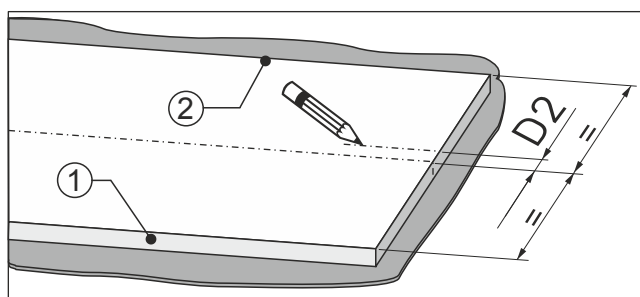

Fig. 91
- Od středu čela nábytku změřte rozměr Fig. 91 (D2) směrem ke straně dveřního dorazu Fig. 91 (2).